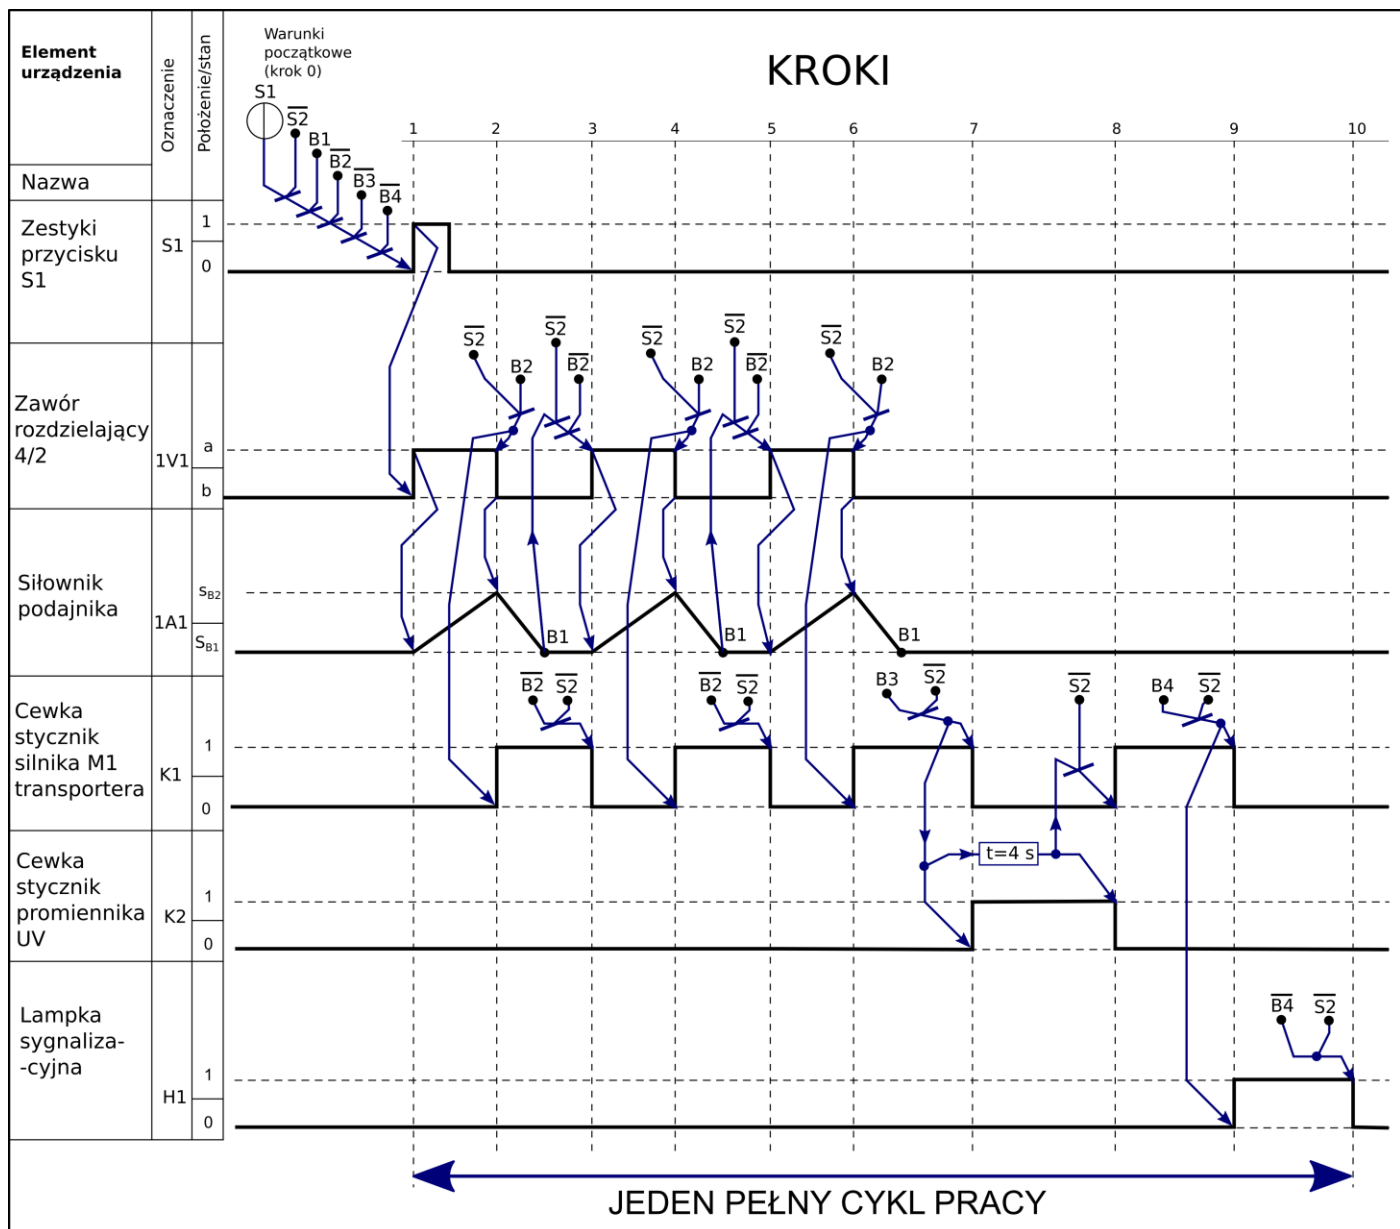

Rysunek 1. Schemat technologiczny
- schemat technologiczny - rysunek 1. wraz ze skróconym opisem funkcjonalnym linii technologicznej,